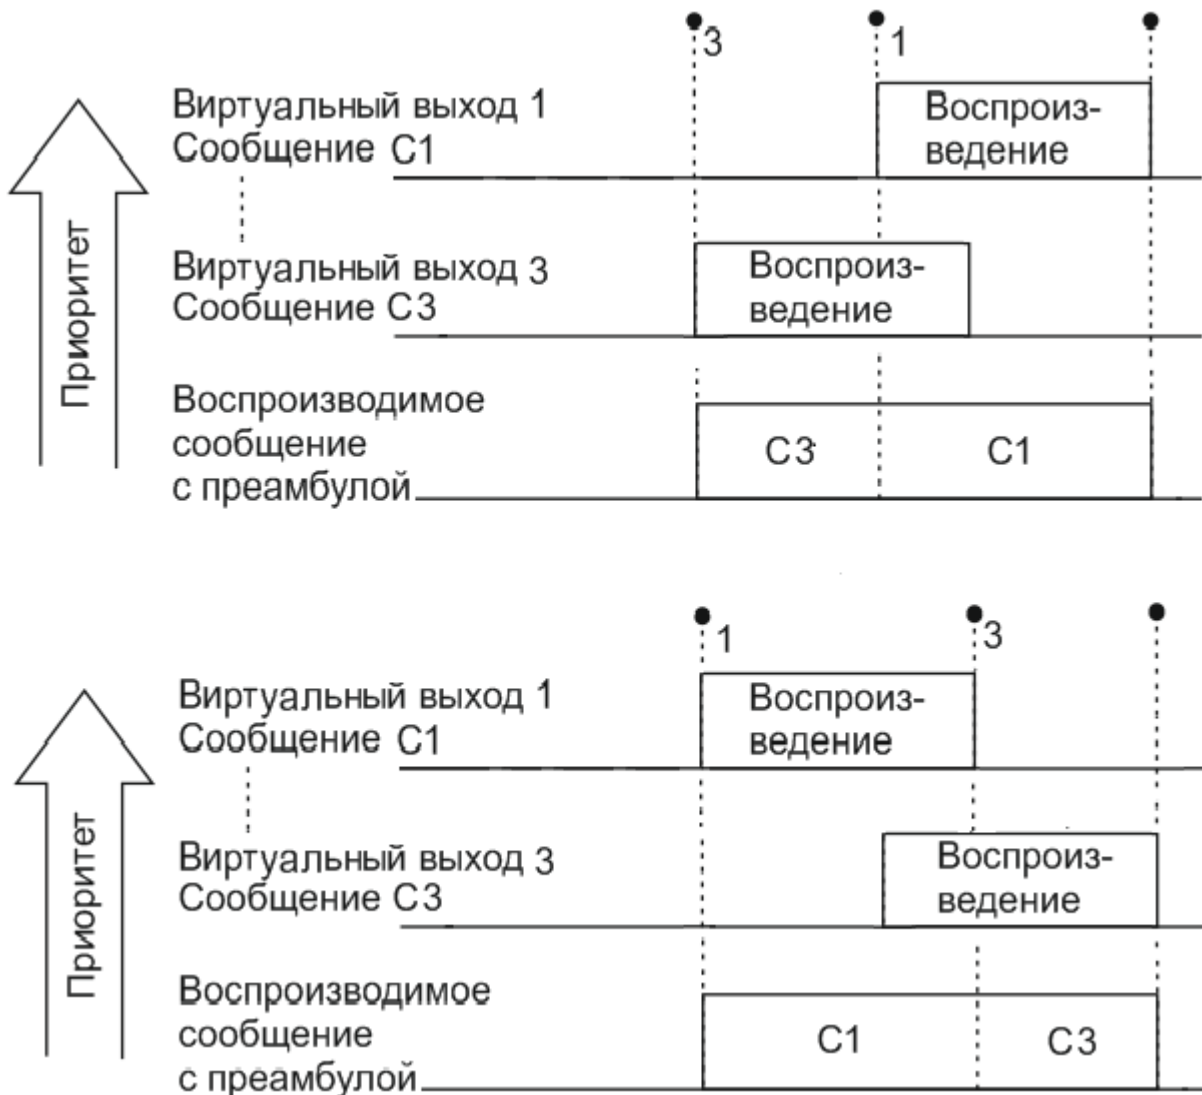

Рис.1.4.13.1
1.4.13 При получении нескольких команд «Пуск речевого оповещения» с разными номерами виртуальных выходов воспроизведение звуковых фрагментов производится с учетом приоритетов этих выходов, а так же длительностей и задержек воспроизведения каждого из них. Пример воспроизведения нескольких сообщений показан на Рис.1.4.13.1.